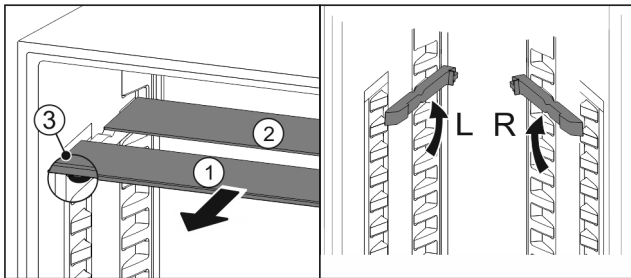

Fig. 97
- ▶ Vytiahnite sklené dosky jednotlivo dopredu Fig. 97 (1).
- ▷ Sklená doska Fig. 97 (1) s ozdobnou lištou leží vpredu.
- ▷ Zarážky Fig. 97 (3) ukazujú nadol.